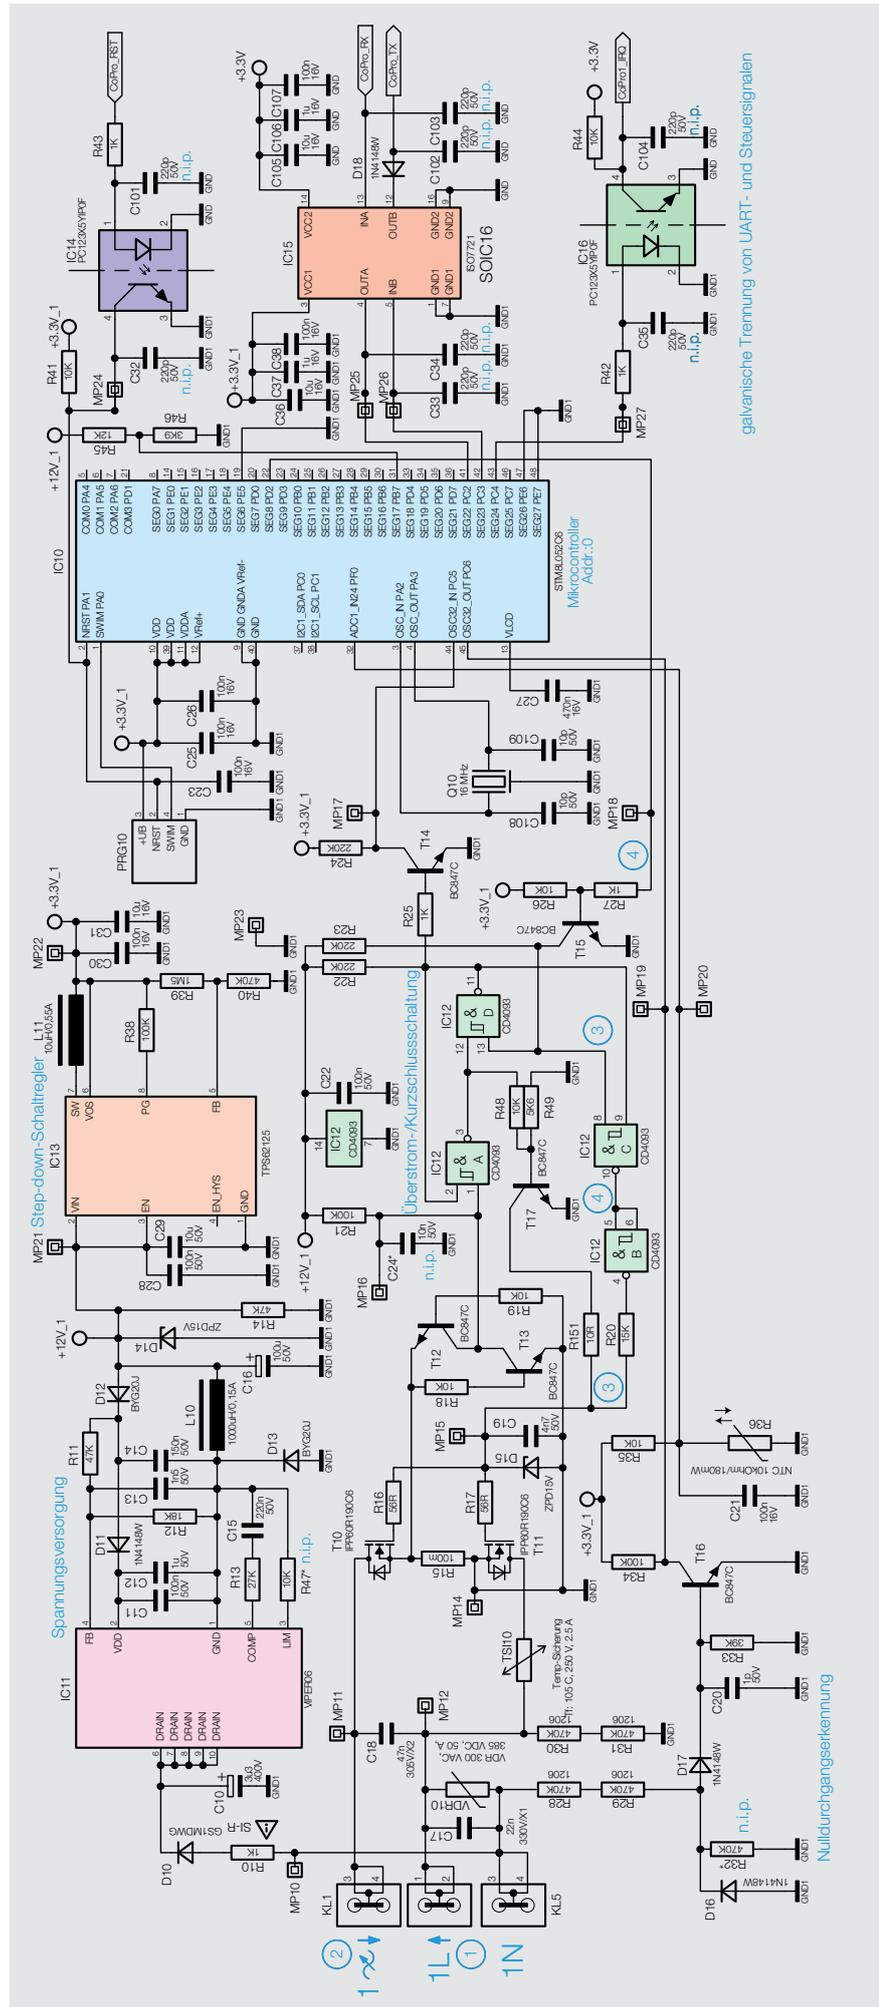
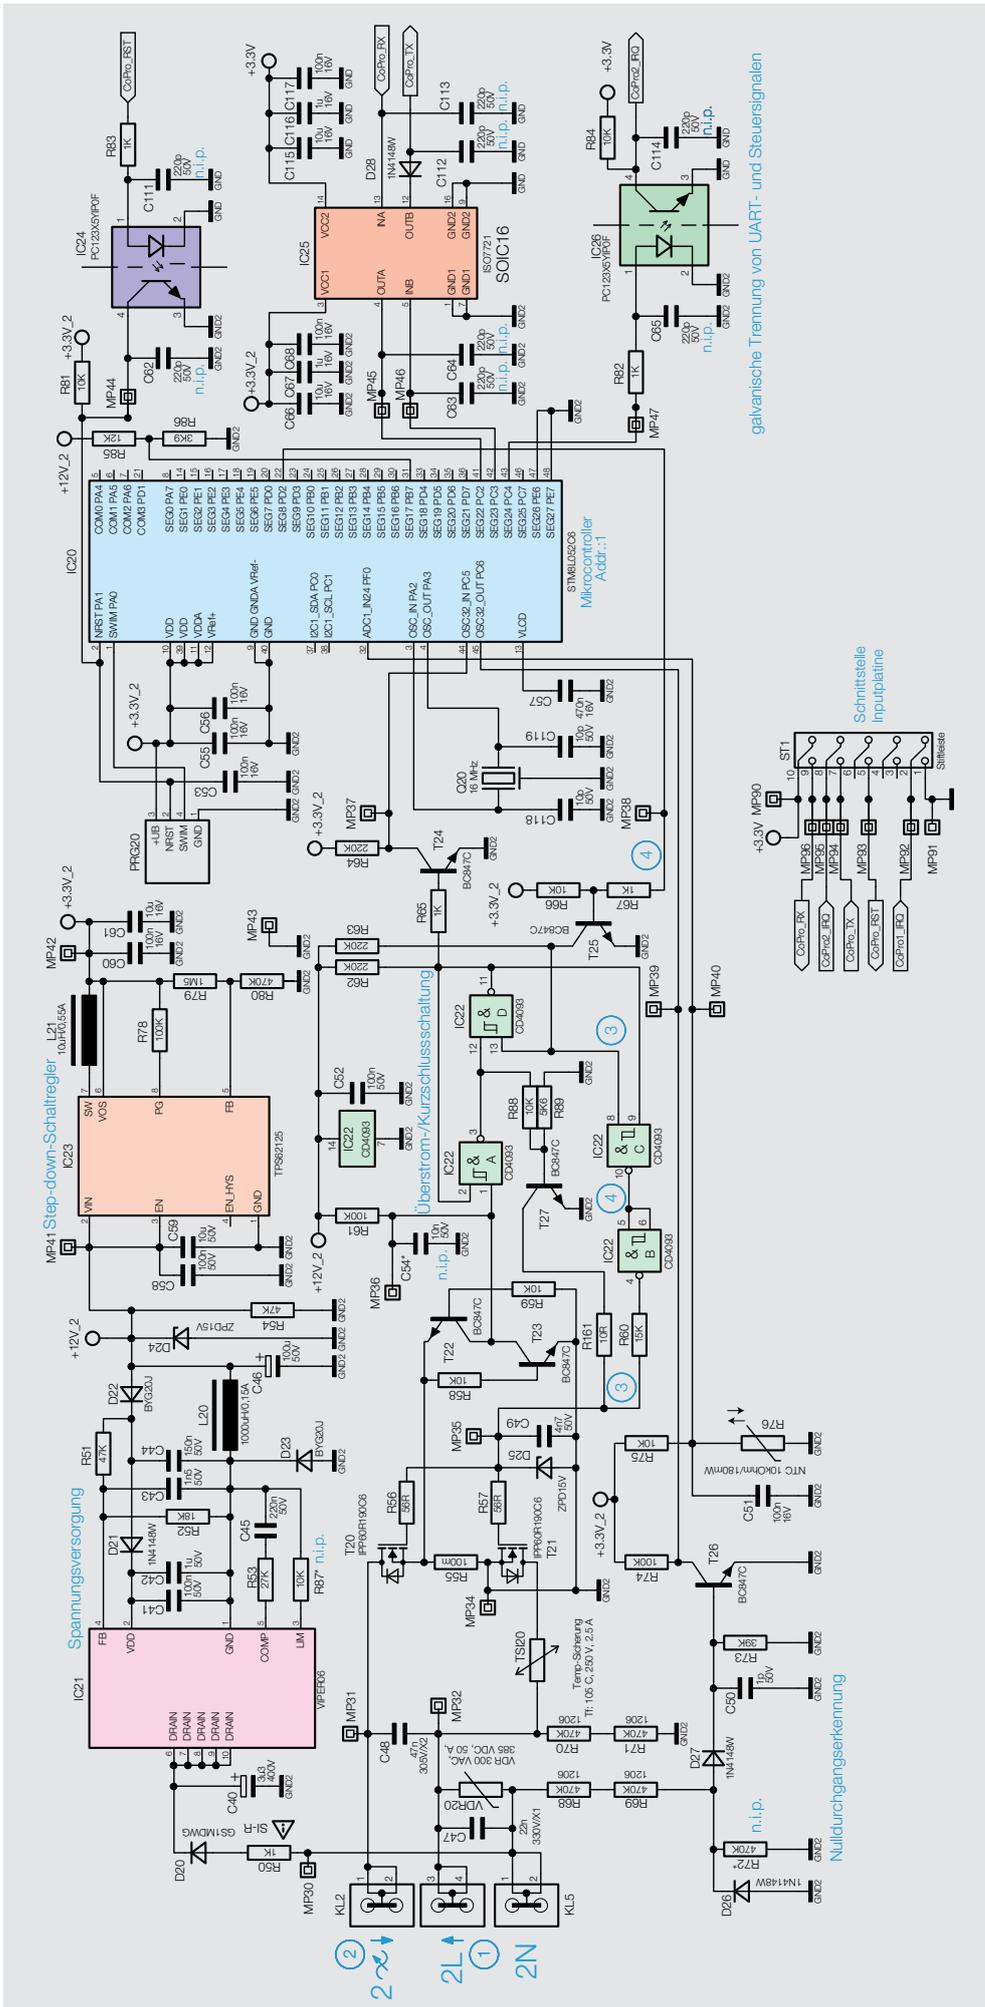

Bild 3: Das Teil-Schaltbild der Dimmerplatine mit dem Dimmerkanal 1
Bild 4: Das Teil-Schaltbild der Dimmerplatine mit dem Dimmerkanal 2 und der Schnittstelle zur Inputplatine
**Dimmerplatine (Bild 3/Bild 4)**